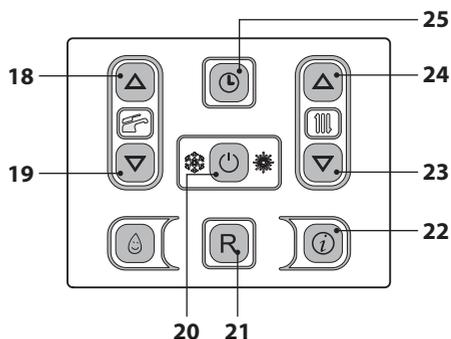
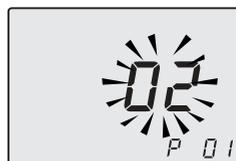

Figura 9.1
Figura 9.2
- Entre en la "modalidad de programación" pulsando simultáneamente durante 10 segundos los botones 20 - 23 - 24 (Figura 9.1) hasta que aparezcan en el display LCD las letras **P01**, indicando que se ha entrado en el "parámetro 01" (Figura 9.2).
- Pulsando el botón 20 (Figura 9.1) se confirma el valor introducido.